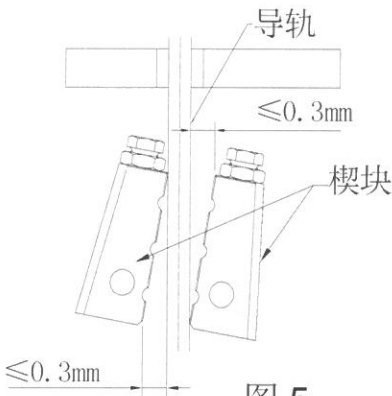

图 5
2.2.4.安全钳楔块工作面与导轨贴合后, 楔块两端与导轨侧面的间隙差不应超过 0.3mm (图 5)。